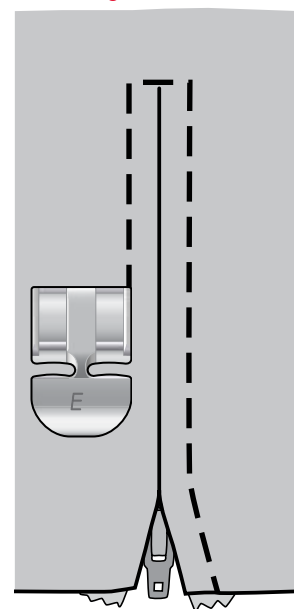

Fig. 3
6. Empiece a coser desde abajo, gire la tela y cosa el lado izquierdo de la cremallera desde abajo hasta arriba (véase la fig. 3).